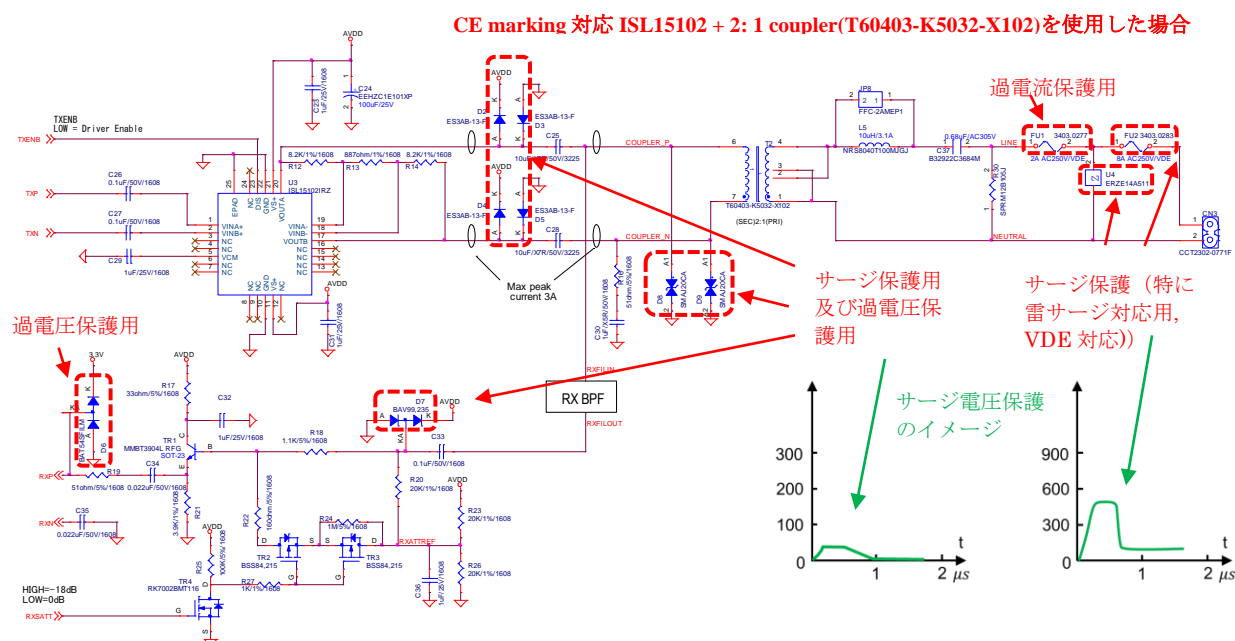

Figure 3-7 PLC ボードに搭載される保護回路の接続例 (CE marking 対応)
- PLC ボードに搭載される CE marking 対応の保護回路の接続例を Figure 3-7 に示します。